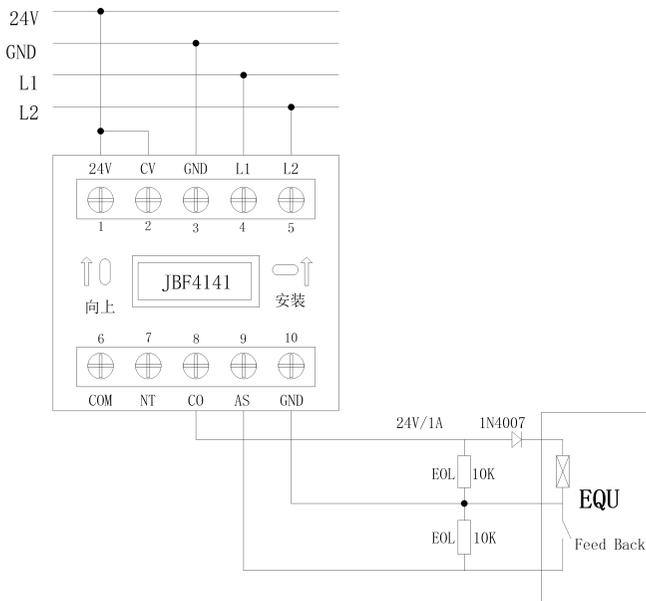

图 3 接线方式 1: 有源输出
- CO(端子 8)、GND (端子 10): 接被控设备。模块启动后 CO 端 (8) 输出 24V, 见接线方式 1(图 3)。